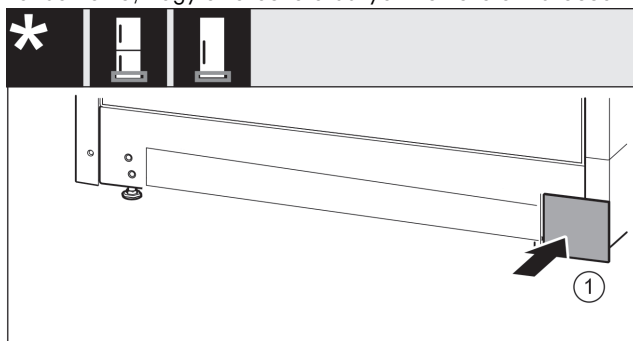

Fig. 19
- Tegye vissza a fedelet Fig. 19 (1) a másik oldalra.